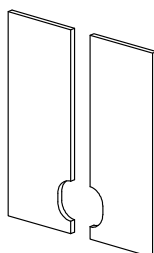

Fig. 36
- Rimozione delle vermiculiti (Fig. 36).